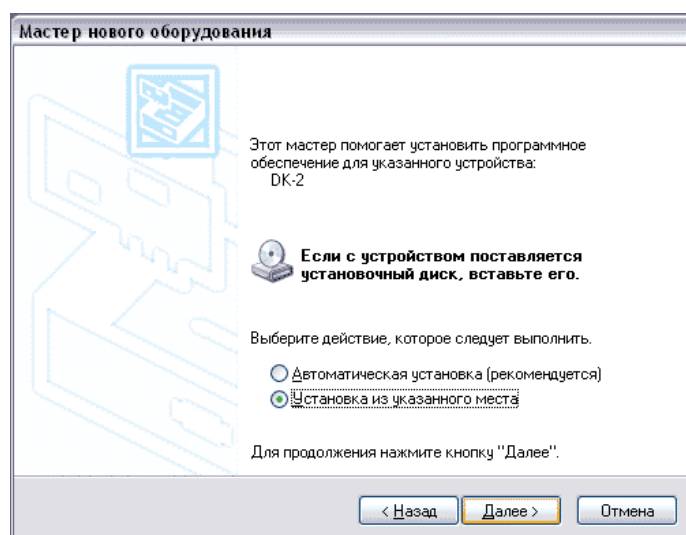

Рис. 2.3.
- 2.2.1.5. На запрос операционной системы о расположении установочного диска выбрать пункт «Установка из указанного места» и нажать кнопку «Далее» (рис. 2.3).